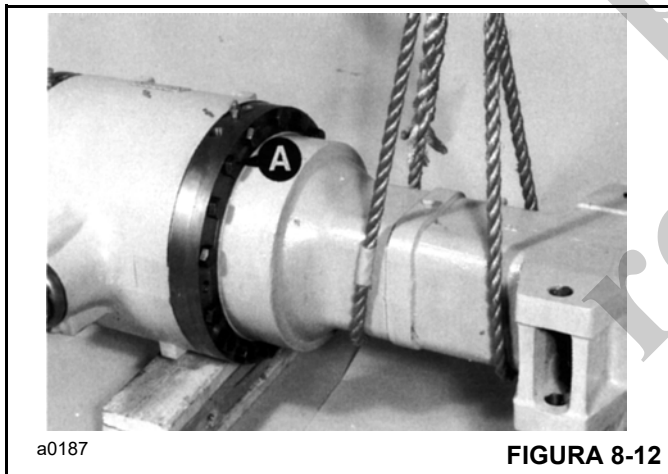

FIGURA 8-12
- a. Apoie o braço do eixo e remova os parafusos **A**, Figura 8-12.